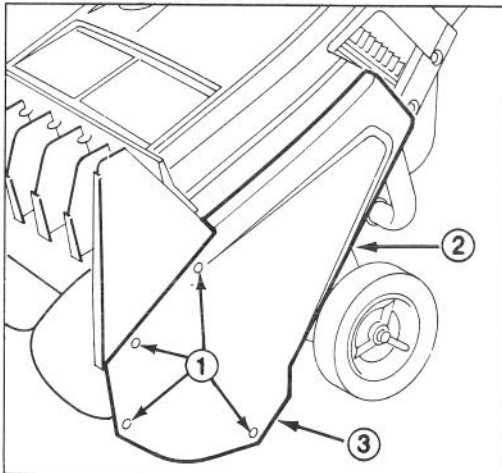

Fig. 8
REEMPLACEMENT DE LA COURROIE DE TRACTION (Fig. 8, 9 et 10)
2. Enlevez les vis, les écrous de blocage et la vis à chapeau avec rondelle (Fig. 8). Mettez de côté la garde de la courroie.